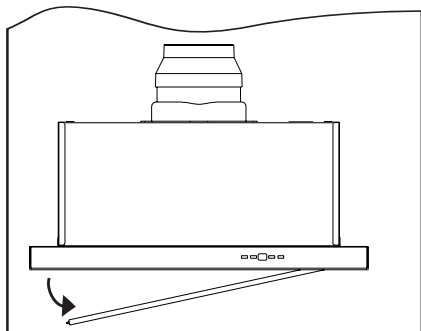

Abb.8: Metallfettfilter entnehmen, bzw. einsetzen
- Griffleiste des Metallfettfilters nach innen drücken (⇒ Abb. 8).